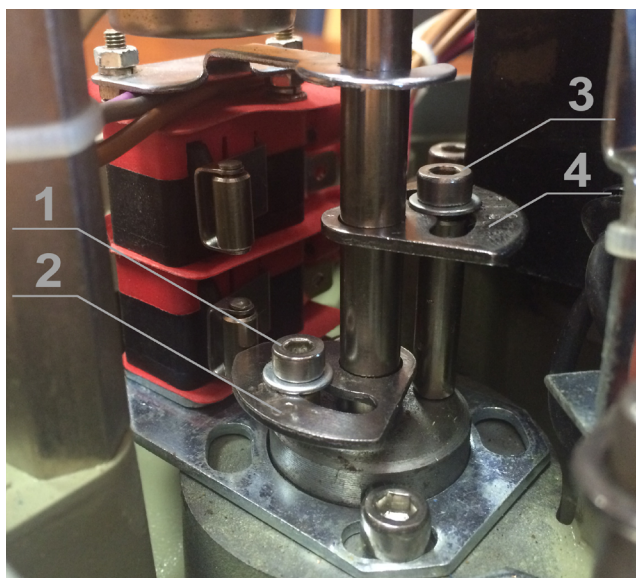

Рисунок 3. Блок конечных выключателей
2.3.1.1.3. Ослабить крепежный винт (1) кулачка CLS (2) (рис. 3).
2.3.1.2.3. Ослабить крепежный винт (3) кулачка OLS (4) (рис.3).